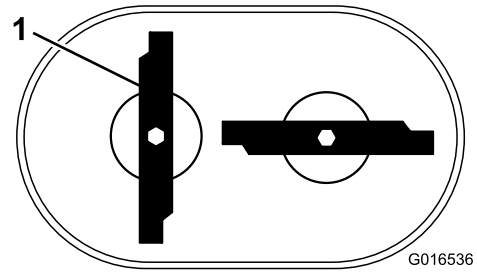

Figure 35
**Remarque:** Les lames devraient être perpendiculaires et former un « T » renversé, comme montré à la Figure 35.